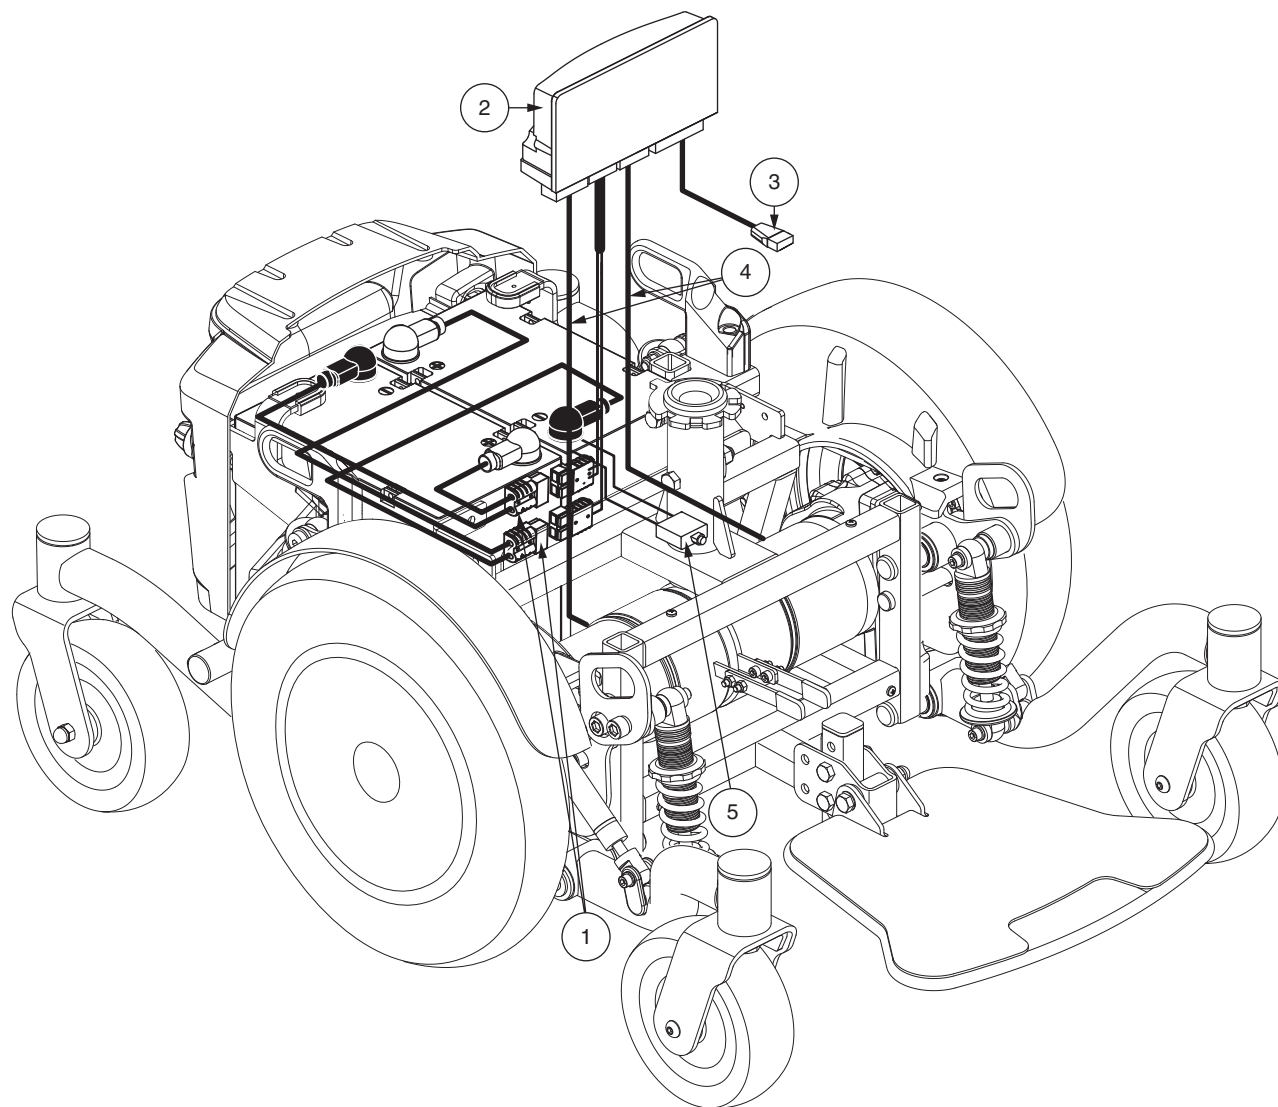

Figure 3. Composants électriques de la série Jazzy EVO 614
Les composantes électroniques sont situées soit à l'intérieur ou à l'extérieur de la base motorisée. Le disjoncteur du circuit principal est situé sur le devant de la base motorisée. Le module d'alimentation est sous le capot avant. Voir la figure 3.
4. Branchez le câble du contrôleur dans le connecteur sur la base motorisée. Voir le figure 3.